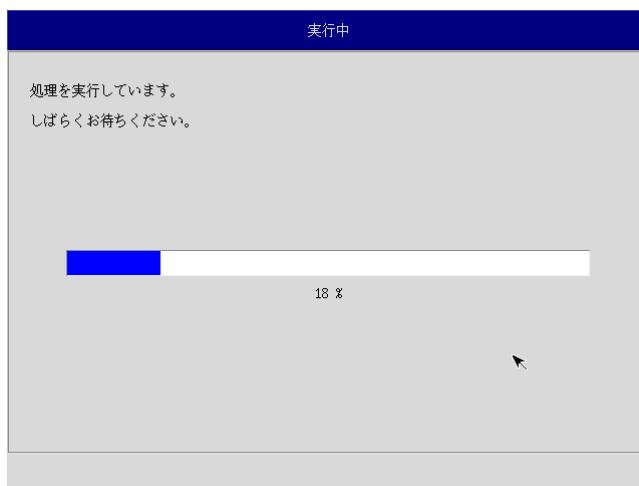

図 6-2-4. 実行中画面
- ⑧ 処理が始まります (図 6-2-4)。実行中はDVDドライブを外したり、電源を落としたりしないでください。